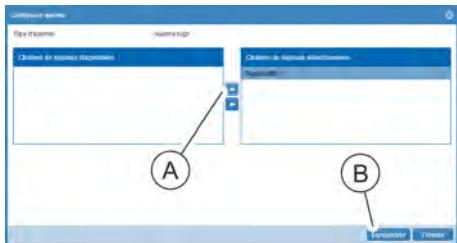

Fig. 128 : Fenêtre « Configurer alarme »
7. ➤ Sélectionner une chaîne de signaux dans la fenêtre « Configurer alarme » et la déplacer au moyen du bouton « → » (Fig. 128 /Ⓐ) dans le champ « *Chaînes de signaux sélectionnées* ». Appuyer sur le bouton « *Enregistrer* » (Fig. 128 /Ⓑ) pour confirmer la sélection.